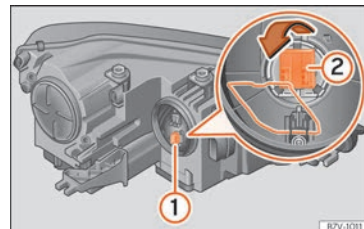

**Fig. 65** Portalámparas del intermitente ① y luz para curvas ②.
- Gire el portalámparas » fig. 65 ① hacia la izquierda hasta el tope y extráigalo junto con la lámpara retirándolo hacia atrás.
- Presione con fuerza el gancho de alambre hacia abajo y extraiga hacia atrás el portalámparas ② » **fig. 65** junto con la lámpara.